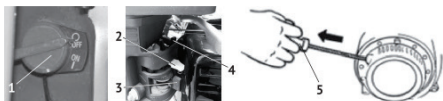

Рис. 4
- Переведите выключатель зажигания (рис.4 поз.1) в положение «ON (Включено)»;
- Рычаг воздушной заслонки (рис.4 поз.2) переведите в крайнее левое положение «закрыто» при пуске холодного двигателя. При пуске прогретого двигателя установите данный рычаг в промежуточное положение.
- Кран подачи топлива (рис.4 поз.3) поверните вправо в положение «ON (Включено)»;
- Переведите рычаг дроссельной заслонки (рис.4 поз.4) приблизительно на треть ее хода от положения «медленно» к положению «быстро»;
- Медленно потяните за рукоятку стартера (рис.4 поз.5) до появления сопротивления, а затем резким движением вытяните
1. Поверните выключатель зажигания (рис.4 поз.1) в положение «OFF (Выключено)»;
2. Переведите топливный кран (рис.4 поз.3) в положение «OFF (Выключено)».